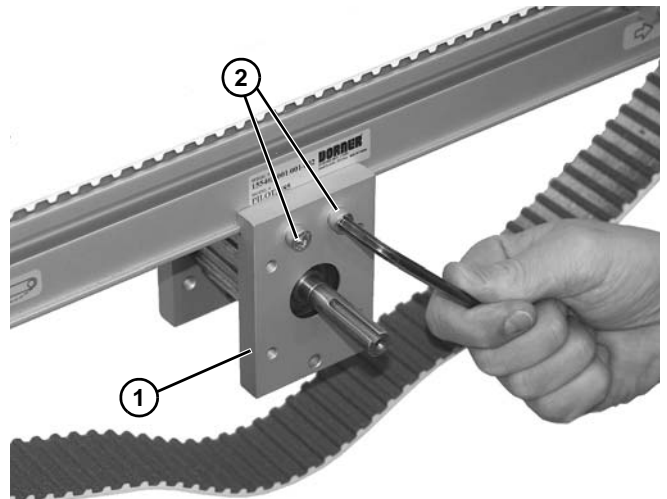

Figura 89
8. Sujete el conjunto del husillo central (Figura 89, artículo 1) con dos tornillos (Figura 89, artículo 2) en cada lado del bloque de montaje. No apriete en exceso.
11. Apriete los tornillos Allen (**Figura 89, artículo 2**) a 7 Nm.